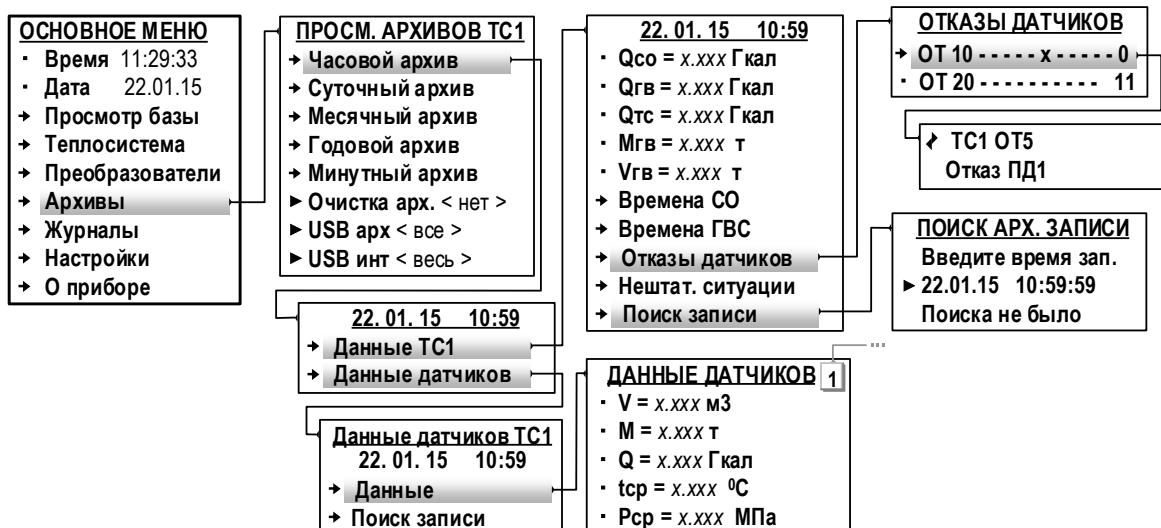

Рис.43. Вид окон индикации меню «Архивы» (режим СЕРВИС).
8.2.1. Результаты измерений и вычислений за определенный период времени работы тепловычислителя сохраняются во внутренних архивах (табл.3). Доступ ко всем архивным данным возможен только по интерфейсу. Доступ к основным архивным данным возможен из меню **Архивы**, вид которого показан на рис.43.
8.2.6. Для удобства просмотра архивных данных в ТВ предусмотрена функция **Поиск записи**. «Время записи», необходимое для начала поиска, вводятся в окне индикации **ПОИСК АРХ. ЗАПИСИ** (рис.43). В зависимости от вида просматриваемого архива параметру **Ведите время зап.** (Ведите время записи) необходимо назначить:
8.2.7. Очистка содержимого архивов выполняется в меню **Архивы** (рис.43) в режиме СЕРВИС. В окне индикации **ПРОСМ. АРХИВОВ ТС1 (ТС2)** для параметра **Очистка арх.** следует установить значение **да** и нажать кнопку . После чего на экране ТВ некоторое время будет индицироваться надпись **ПРОИЗВОДИТСЯ ОЧИСТКА** и полоса прогресса. По окончании операции очистки архивов происходит возврат к окну индикации **ПРОСМ. АРХИВОВ ТС1 (ТС2)**.